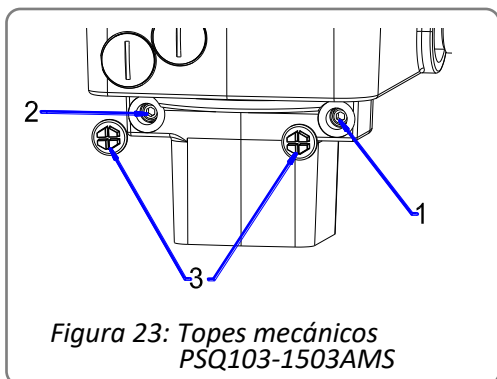

Figura 23: Topes mecánicos PSQ103-1503AMS
- Retire la tapa de protección (Figura 23, elemento 3) de cualquiera de los tornillos de tope.
- Gire el tornillo de tope para la posición cerrada (Figura 23, elemento 1) hasta el tope.
- Gire el tornillo de tope para la posición abierta (Figura 23, elemento 2) hasta el tope.